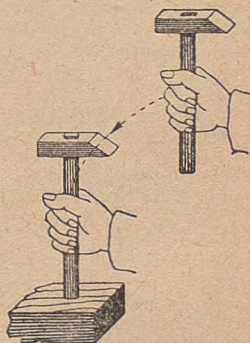

Рис. 129.
9. Мыля сы понда, медбы молотоксө пуксөйтны ручка вылө, вачкөны молоток ручка конечиас невөран предмет бердө (рис. 129)?